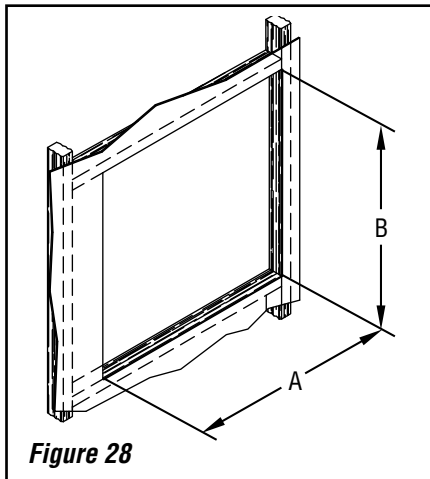

Figure 28
2. Localisez l'endroit où la cheminée doit traverser les montants verticaux du mur. Découpez et encadrez une ouverture de manière à ce que le conduit soit centré entre les montants verticaux du mur. Ouverture du cadre selon la **figure 28** et le **tableau 4**.